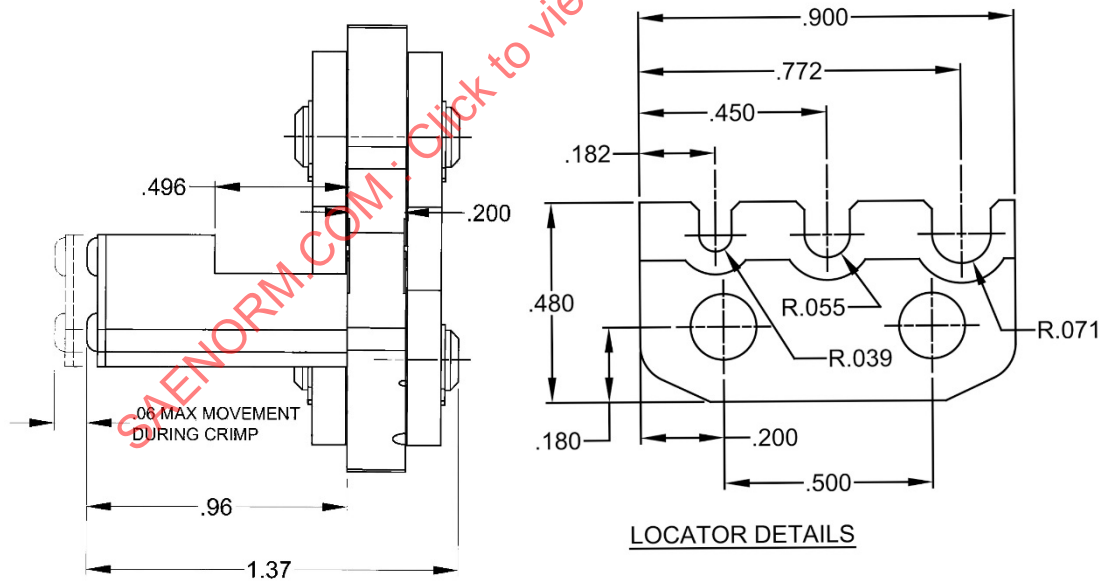

FIGURE 5 - M22520/44-01 LOCATOR DETAIL
- THE LOCATOR SHALL BE SPRING LOADED AND LOCATOR STOP SHALL EXTEND TO PROPERLY CRIMP THE SPLICE DUE TO ELONGATION OF THE SPLICE AFTER THE FIRST CRIMP (SEE FIGURE 5).
- THE SPRING LOADED LOCATOR SPRING RATE SHALL BE $4 \text{ LBF} \pm 1/2 \text{ LBF}$ (SEE FIGURE 5).